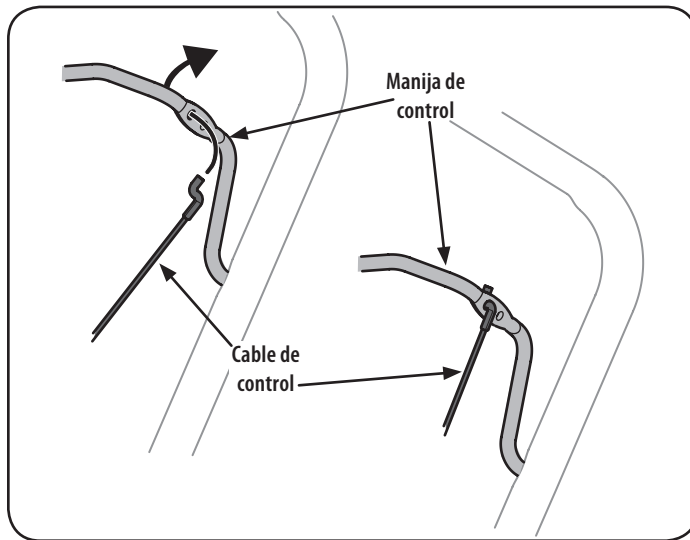

Figura 15
1. El agujero superior de la barra de control prevé el ajuste de la tensión del cable. Para realizar el ajuste, desconecte el extremo del cable de control del agujero inferior de la manija de control e insértelo en el agujero superior. Inserte el cable desde el exterior como se indica en la Figura 15.